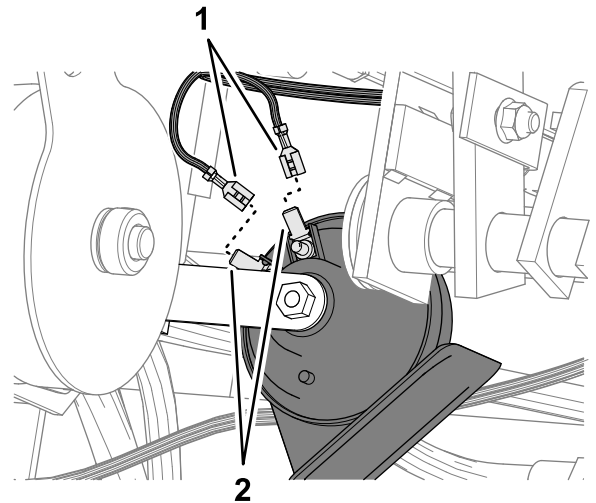

Figure 16
2. Acheminez les 2 fils avec douilles pour cosses plates jusqu'à l'avertisseur sonore (Figure 16).
3. Branchez les douilles étiquetées HORN + et HORN - sur les cosses plates de l'avertisseur sonore (Figure 16).